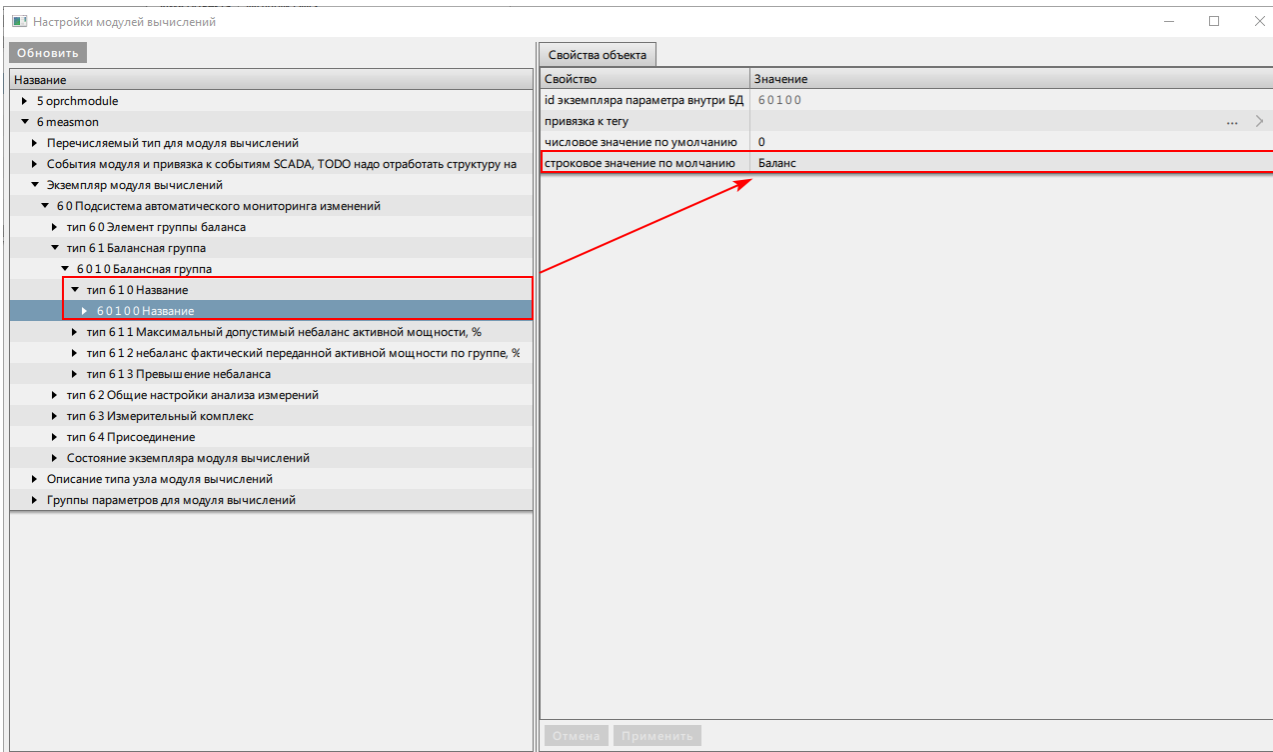

Рисунок 445 - Название балансной группы
6. Раскройте узел тип 6 1 0 Название и напротив строки **строковое значение по умолчанию** назначьте название балансной группы (Рисунок 445).